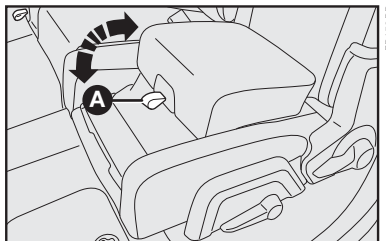

fig. 42
2) Puxe o laço de liberação **A-fig. 42** para a frente para soltar a trava e a almofada do assento.